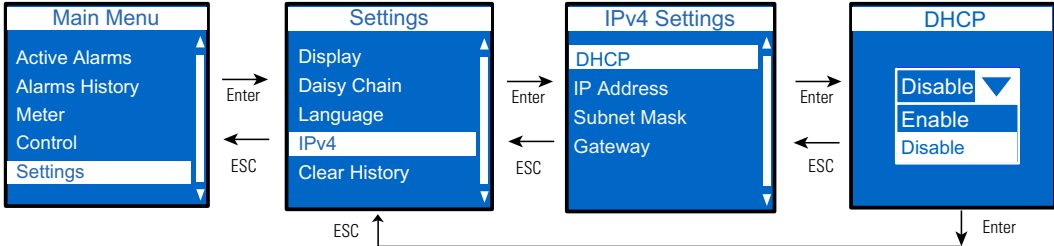

Figure 30. Disable DHCP
- 1. Disable DHCP (see Figure 30).